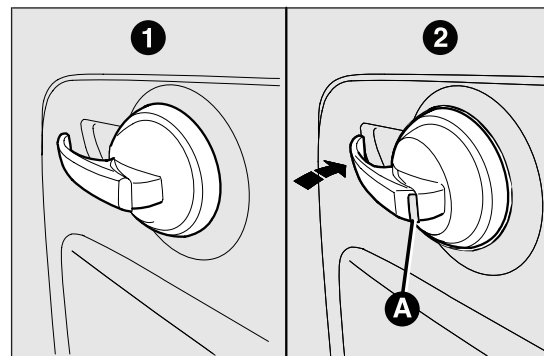

Abb. 49
**Öffnen von Außen (Beifahrertür):** den Griff ziehen. Das Öffnen der Tür ist nur erlaubt, wenn sie von Innen entriegelt wurde, indem der Griff auf die Position 1 Abb. 49 gebracht wurde
**Verriegelung von Außen:** bei komplett geschlossener Fahrertür den Schlüssel auf die Position 2 drehen Abb. 49.
Die Verriegelung der Beifahrertür ist nur von Innen möglich, indem der Griff in die Position 2 Abb. 49 gebracht wird.
**Ver-/Entriegelung von Innen:** die Griffe an den Türpaneelen bedienen Abb. 49.
**ZUR BEACHTUNG** Die verriegelte Tür wird durch das rote Symbol A Abb. 49 am Innentürgriff angezeigt.